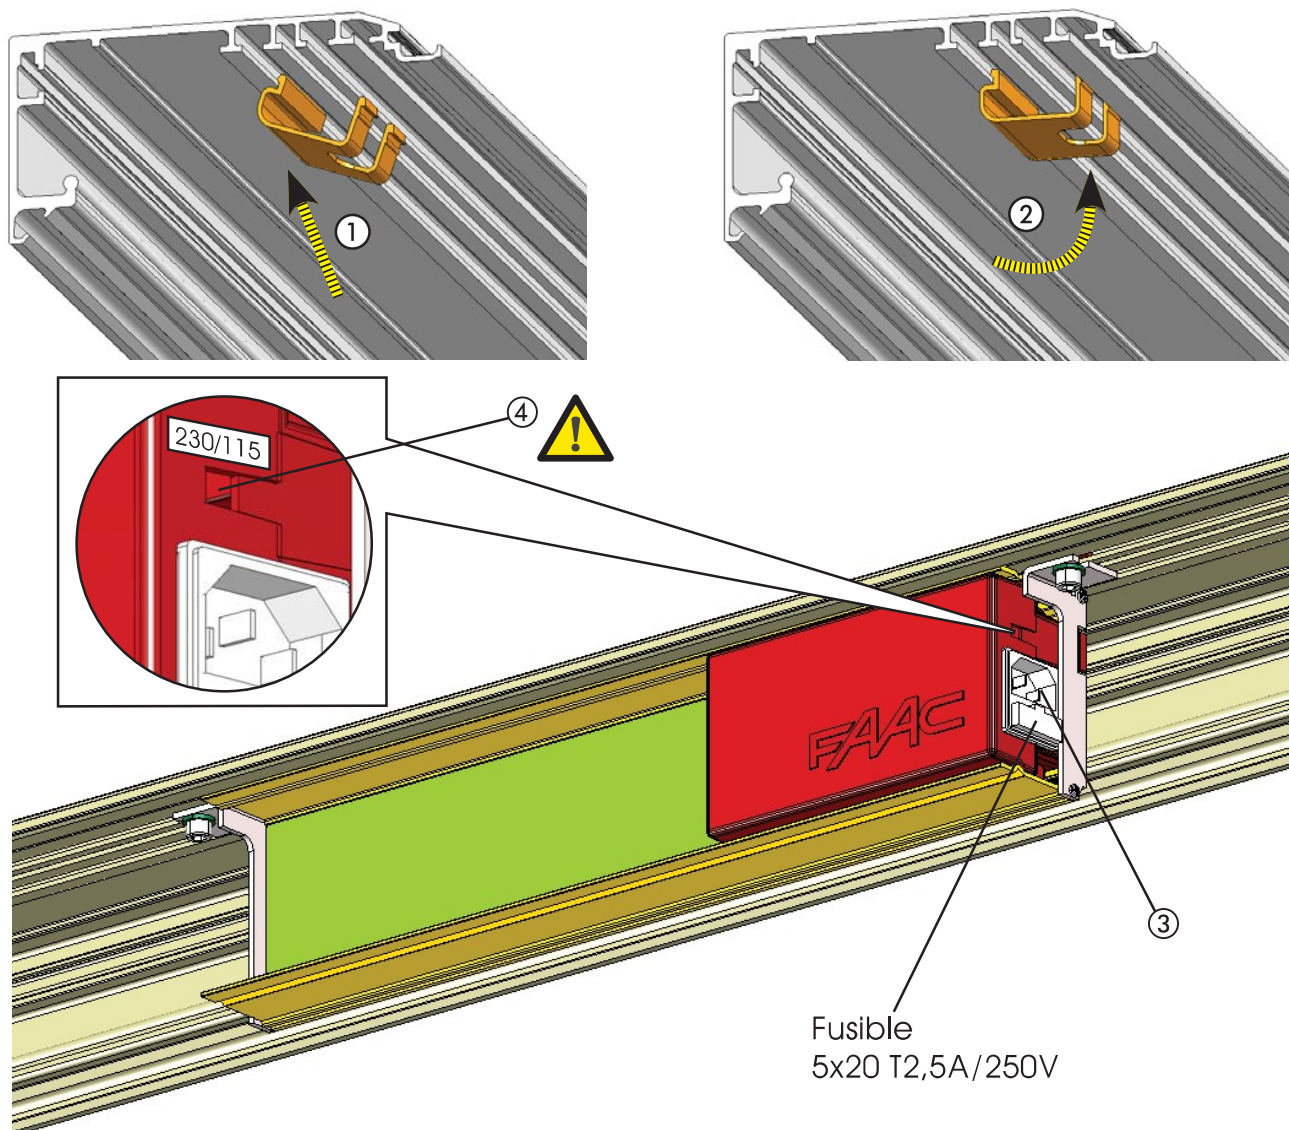

fig. 29
- Utiliser les conduites spécifiques, positionnées comme il convient (fig. 29 réf. ① et ②), pour faire coulisser les fils à l'intérieur du profil de soutien, évitant ainsi le contact avec les pièces en mouvement.
- Raccorder la broche d'alimentation 115V/230V~ au connecteur spécifique de l'unité d'alimentation (fig. 29 réf. ③).
⚠ Vérifier le positionnement (230V~/115V~) de l'interrupteur dans la fig.29 réf. ④.